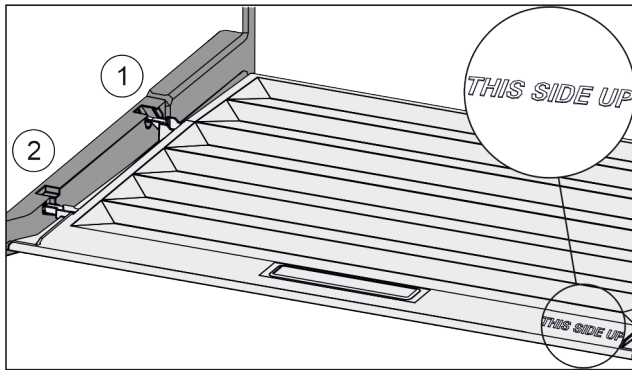

Fig. 117
- Vie kannen korkeosa takimmaisessa kiinnittimessä Fig. 117 (1) olevan aukon kautta sisään ja kiinnitä se edessä kiinnittimeen Fig. 117 (2).